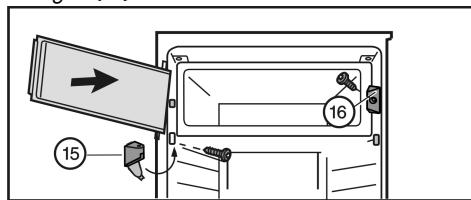

Fig. 8
- ▶ Установите запирающий элемент Fig. 8 (16).
- ▶ Установите опорный кронштейн Fig. 8 (15) и закройте крышку.